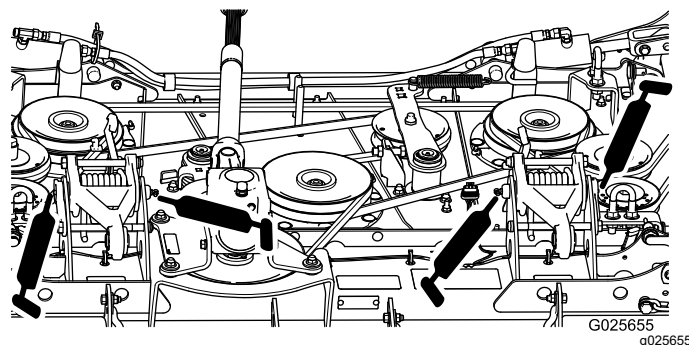

Figure 18
- Bielles de plateau (5) (Figure 18)